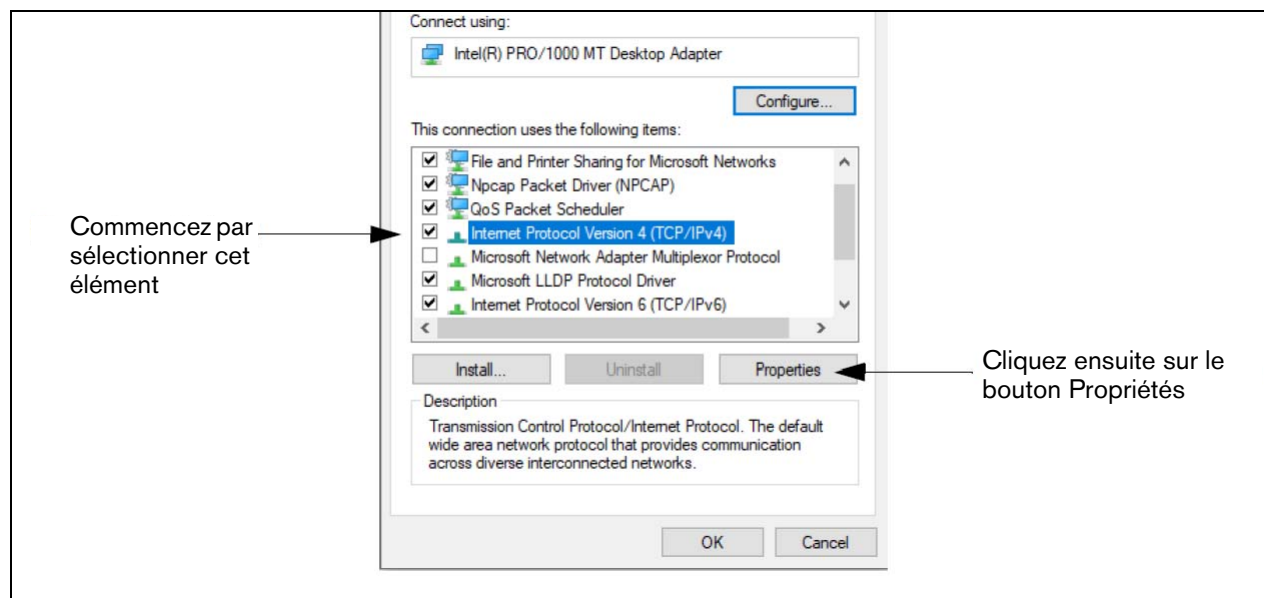

Figure B-2. Sélections de la boîte de dialogue des propriétés de connexion au réseau local X
- Lorsque la boîte de dialogue des propriétés de connexion au réseau local sélectionné apparaît, procédez à la sélection illustrée à la Figure B-2.